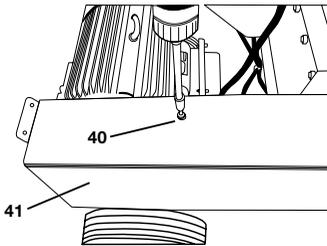

Bild 38
- Riemenschutzhaube (41) wieder aufsetzen und Schraube und Mutter (40) festziehen (siehe „Bild 38 und 39“).